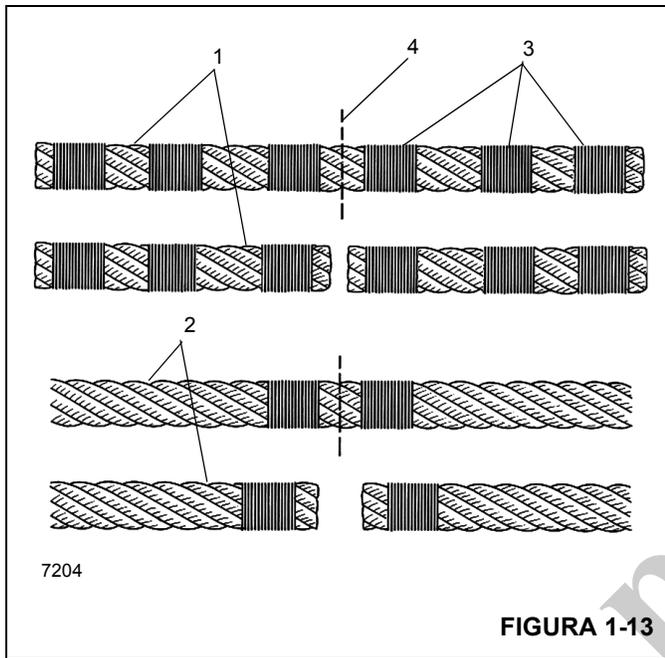

FIGURA 1-13
NOTA: Los cables no prefabricados (1) (Figura 1-13) deben tener tres sujeciones (3) ubicadas en cada lado del corte (4) comparado con el cable prefabricado (2).